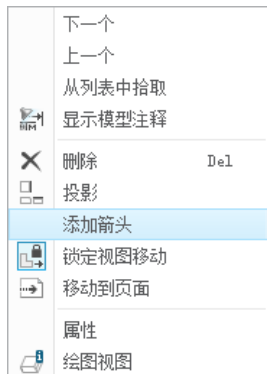

图 3.10.13 快捷菜单（一）
Step2. 选取图 3.10.12a 所示的阶梯剖视图，然后右击，在图 3.10.13 所示的快捷菜单（一）中选择 **添加箭头** 命令。